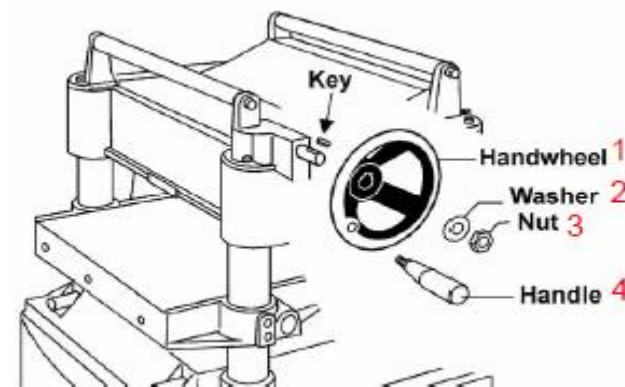

Рис. 5: 1 – маховичок, 2 – шайба, 3 – гайка, 4 - рукоятка
1. Отвернуть гайку и снять шайбу с вала редуктора и поставить маховичок на вал (*Рис. 5*), так чтобы его можно было надеть шпоночным пазом на шпонку.
Прикрепить выносные ролики стола к столу с помощью входящих в комплект поставки винтов с шестигранным шлицем с шайбами (*Рис. 5, А*). ролики необходимо отрегулировать до начала эксплуатации рейсмусового станка. См. п. «Регулировка выносных роликов стола».